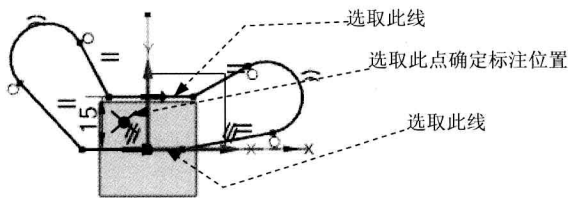
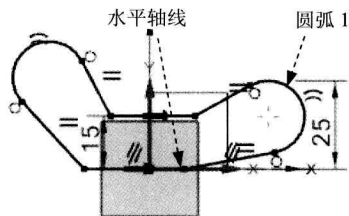

图 2.12.11 竖直标注 (一)
图 2.12.12 竖直标注 (二)
(1) 标注竖直尺寸。
① 选择下拉菜单 **插入(I) → 尺寸(D) → 竖直(V)** 命令, 分别选取图 2.12.11 所示的两条直线。
② 单击图 2.12.11 所示的一点, 确定标注位置。
③ 在弹出的动态输入框中输入尺寸值 15, 单击中键。
④ 参照上述步骤标注圆弧 1 和水平轴线的竖直尺寸 (图 2.12.12), 输入尺寸值为 25。